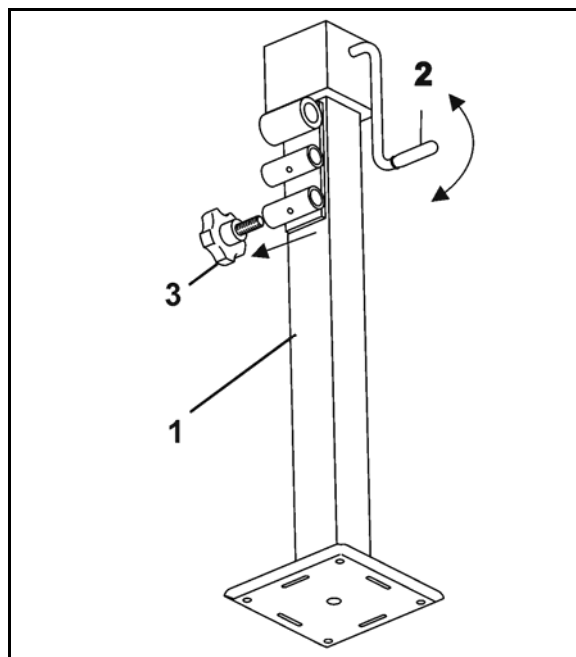

Bild 28
- Stödfoten ska vara nedsänkt när maskinen är frånkopplad. **Lyft stödfoten (Bild 28/1):**
1. Veva upp stödfoten med veven (Bild 28/2).
2. Dra ur bulten (Bild 28/3).
Sänk ned stödfoten (Bild 28/1):
1. Dra ur bulten (Bild 28/3).
3. Veva ned stödfoten med veven (Bild 28/2).